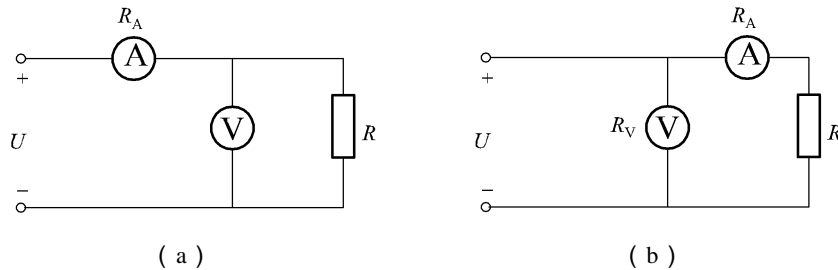

图 1.4
(1) 图 1.4(a)、(b)所示为伏安法测量电阻的两种电路,被测电阻的实际值为 R ,电压表的内阻为 R_V ,电流表的内阻为 R_A ,求两种电路测电阻 R 的相对误差。